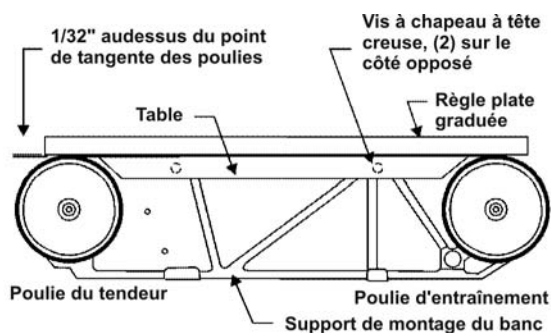

Figure 15
Reférez-vous à la figure 15 :
2. À l'aide d'une clé hexagonale de 6 mm, desserrez les deux vis à chapeau à tête creuse à l'intérieur du bras de courroie et déplacez le rouleau si nécessaire. Le rouleau doit être de 1/32" à 1/16" au-dessus des points de tangente des poulies et il doit toucher la courroie aux deux extrémités. Vous pouvez utiliser une règle plate graduée avec la courroie abrasive pour aligner le rouleau, comme l'illustre la Figure 15.